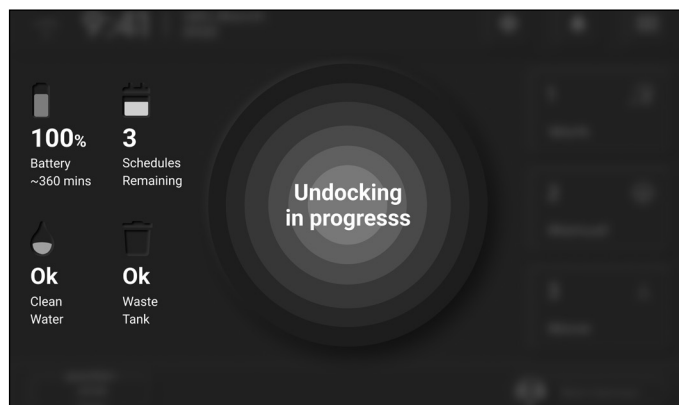

Figure 66
- La machine procédera au désamarrage (**Fig. 66**).